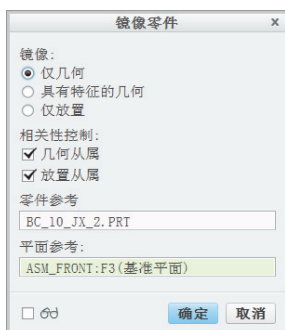

图 10-64 “镜像零件”对话框
6) 在“镜像零件”对话框中单击“平面参考”收集器的框，将其激活，接着选择“ASM_FRONT”基准平面作为平面参考，此时“镜像零件”对话框如图 10-64 所示。可以在“镜像零件”对话框中启用预览功能，即可以选中  (预览) 图标选项复选框。